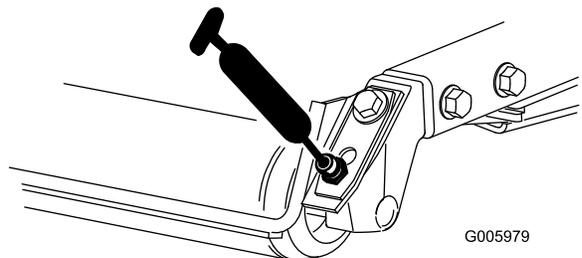

Рисунок 53
- Задние роликподшипники (по 2 шт. на режущий блок) (Рисунок 53)